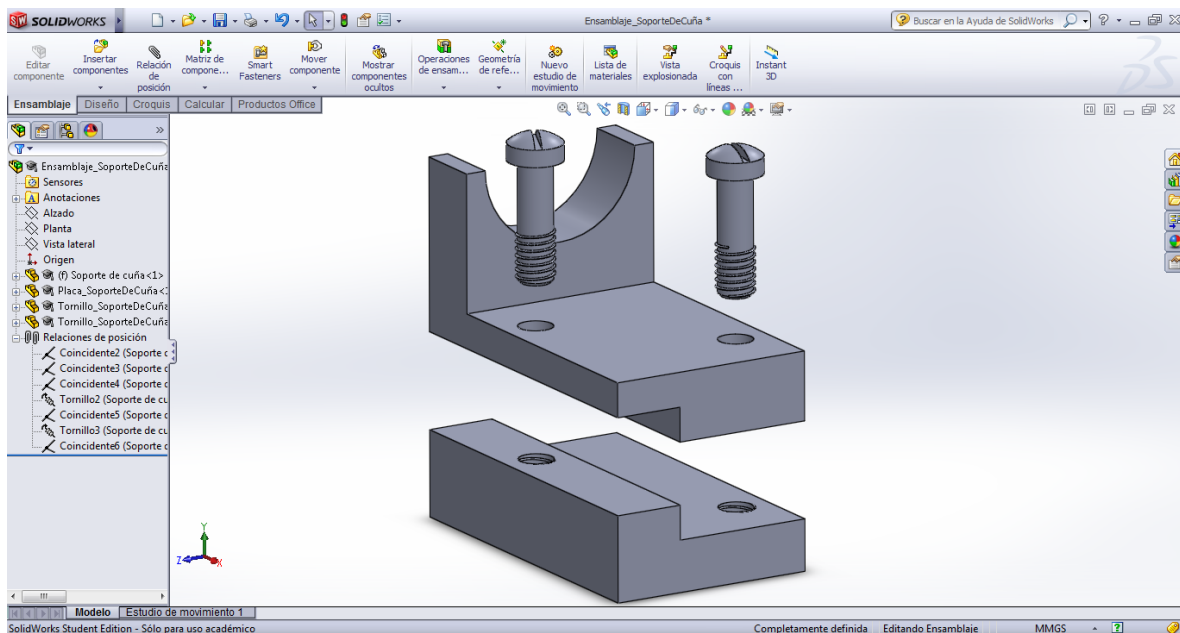

Figura 83. Vista explosionada del ensamblaje.
- b) Seleccione el siguiente componente. En este caso será la base del soporte de cuña. Deslice el componente hacia abajo y, finalmente, presione el check a la derecha de la pantalla. La vista explosionada quedará como se muestra en la Figura 83.